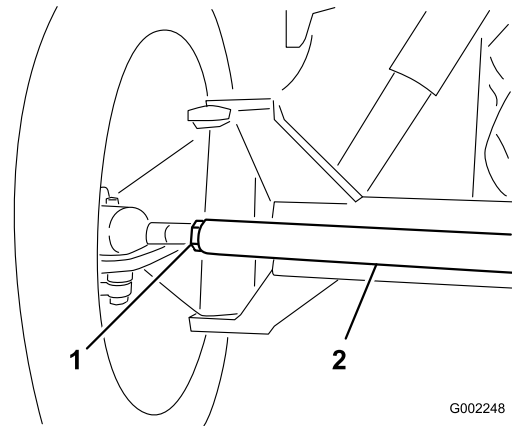

Figura 89
3. Si la distancia no está en el intervalo especificado, afloje las contratuercas en ambos extremos de la biela (Figura 89).